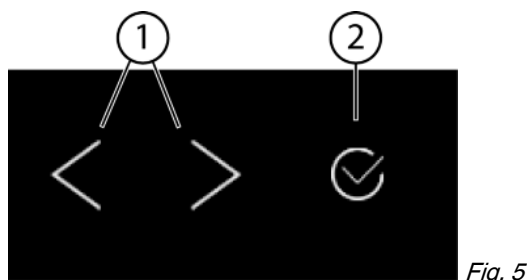
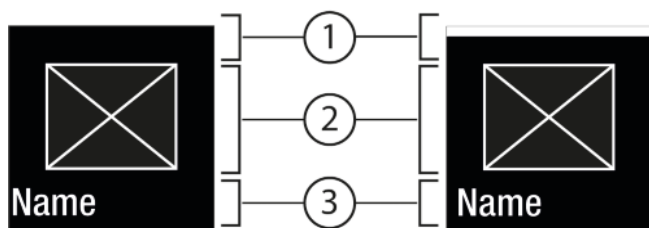
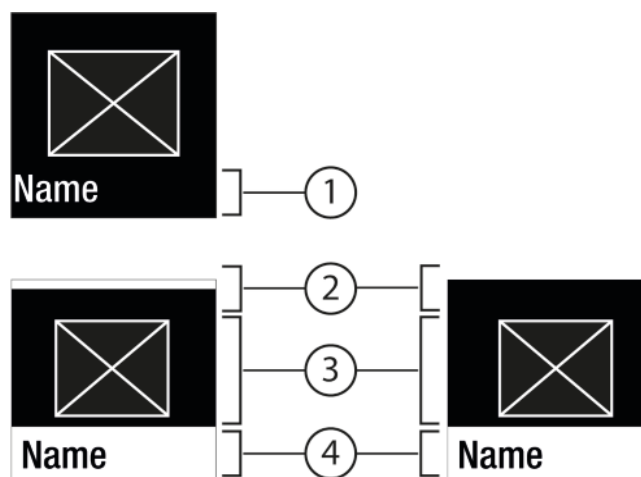

Fig. 5
Fig. 6
Fig. 7
- (1) Freccia di navigazione sinistra / destra (2) Conferma
**Freccia di navigazione sinistra / destra Fig. 5 (1):**
**Conferma Fig. 5 (2):**
- Navigare con la freccia di navigazione sinistra / destra Fig. 5 (1).
- Con Conferma Fig. 5 (2) attivare / disattivare la funzione Fig. 6 (1) / impostazione Fig. 6 (1).
- Con Conferma Fig. 5 (2) richiamare il sottomenu Fig. 7 (4).
- Impostare un valore nuovo: Con Conferma Fig. 5 (2) selezionare un valore disattivato Fig. 6 (1).
- Ritorno al menu: Con Conferma Fig. 5 (2) selezionare un valore già attivato Fig. 6 (2).
- ▶ Premere le frecce di navigazione *Fig. 5 (1)* fino a visualizzare la .
- ▶ Premere Conferma *Fig. 5 (2)*.
- ▶ Premere le frecce di navigazione *Fig. 5 (1)* fino a visualizzare la funzione.
- ▶ Selezionare il valore di impostazione con le frecce di navigazione *Fig. 5 (1)*.
- ▷ Stato: attivato *Fig. 6 (1)* è visualizzato brevemente nel sottomenu *Fig. 7 (4)*.
- ▶ Premere le frecce di navigazione *Fig. 5 (1)* fino a visualizzare Impostazioni .
- ▶ Premere le frecce di navigazione *Fig. 5 (1)* fino a visualizzare l'impostazione desiderata.
- ▶ Premere Conferma *Fig. 5 (2)* per 3 secondi.